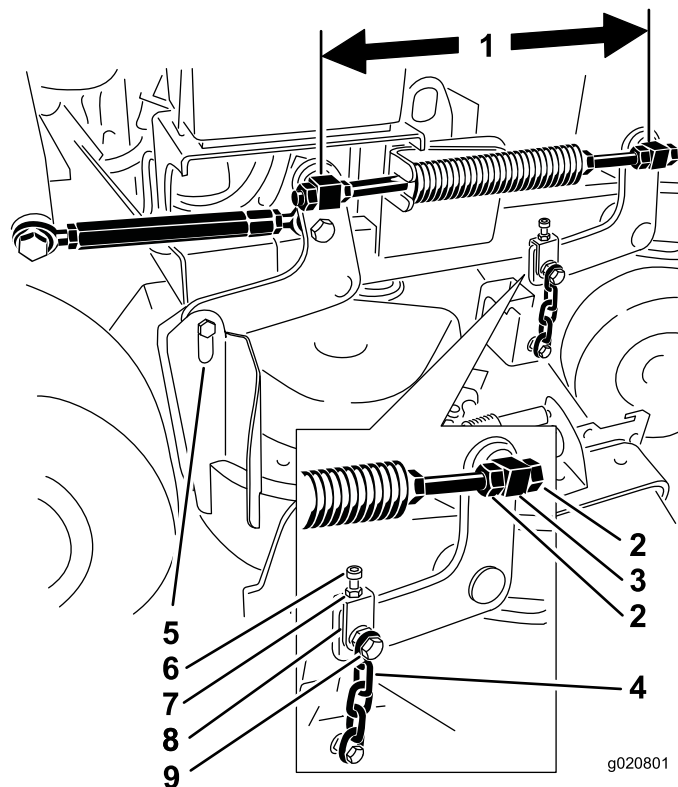

Figura 82
6. Verificate la distanza tra le parti girevoli, prendendo come riferimento per la misurazione il centro delle parti girevoli (distanza da centro a centro) su ogni asta filettata. Accertate che la lunghezza sia 49,5 cm per piatti di taglio da 91 cm, e di 43,7 cm per piatti di taglio da 102 cm (Figura 82).
11. Se occorre regolare, allentate il bullone superiore della catena (Figura 82).
6. Allentate i bulloni superiori della catena (Figura 82).